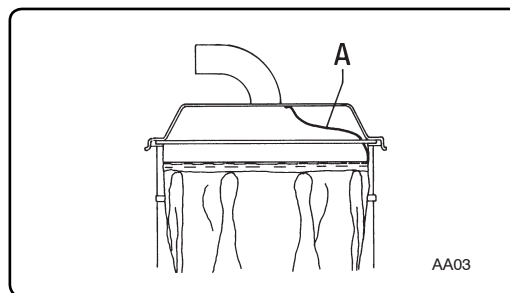

Fig. 7.5.5
7.5.3 - Sostituzione del filtro negli aspiratori nella categoria d'impiego "B1" fig. 7.5.5
7.5.3 - Changing the filter on "B1" version vacuum fig. 7.5.5
7.5.3 - Remplacement du filtre dans les aspirateurs de la catégorie d'emploi "B1" fig. 7.5.5
7.5.3 - Sustitución del filtro en los aspiradores de la categoría de uso "B1" fig. 7.5.5